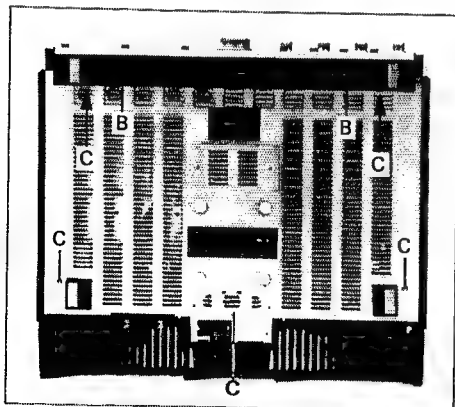

Fig. 2.2
- Fussleiste entfernen (2 Schrauben (B)).
- An der Unterseite des Gerätes 5 Schrauben (C) (Fig. 2.2) lösen.
- Remove toe rail (2 screws (B)).
- Unfasten 5 screws (C) (Fig. 2.2) on the underside of the unit.
- Démontez le bandeau inférieur (2 vis (B)).
- Dévissez les 5 vis (C) de la face inférieure.